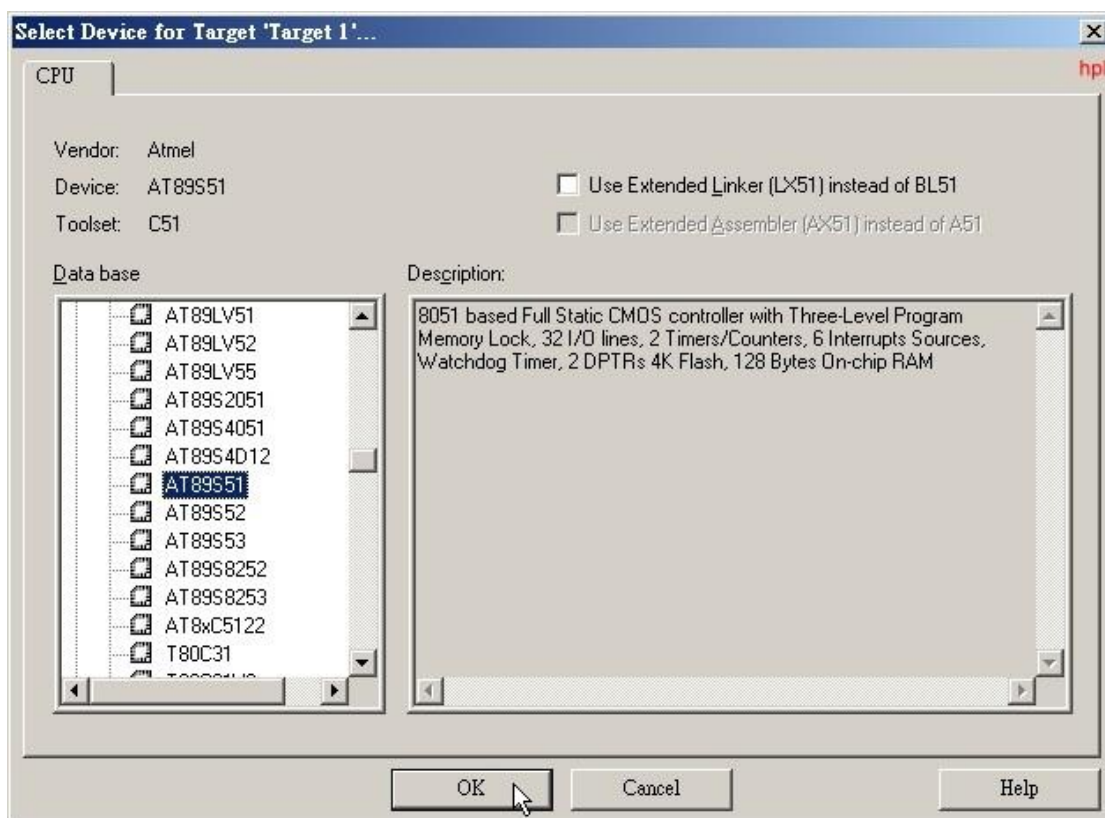

图 1-6 选取芯片
(2) 选择所要的单芯片型号，这里选择常用的 Atmel 公司的 AT89S51。目前 Atmel 已经停产 AT89C51/AT89C52，改由 AT89S51/AT89S52 来取代之。AT89S 系列较 AT89C 系列更为便宜，工作频率可高达 33 MHz，且重复烧录次数至少可达一千次以上，非常适合学校学习或工程师开发产品之用。所以本讲义里的大部分程序都是基于此 AT89S51 芯片的，此时屏幕如图 1-6 所示。在右边图中的“Description”方块内，会简单的介绍 AT89S51 有什么功能及特点。点选 OK 按钮后，会出现图 1-7，询问你是否需要拷贝标准的 8051 启动码程序(STARTUP.a51)到你的项目资料夹，并且将此档案加入项目“Copy Standard 8051 Startup Code to Project Folder and Add File to Project”，点选“是”后，就可以进行程序的编写了。